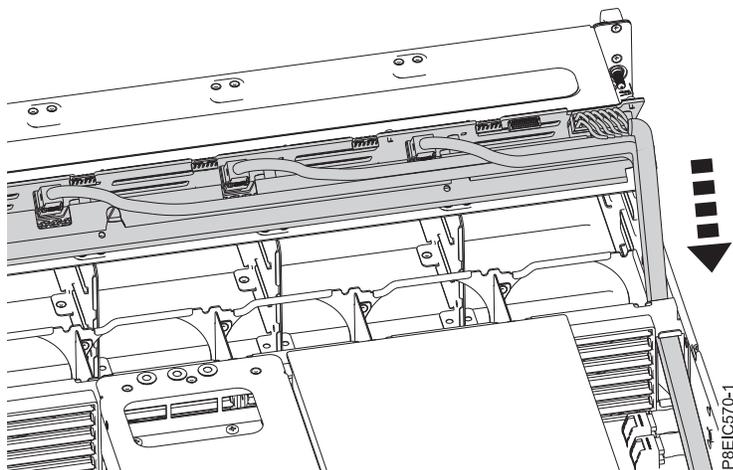

Figura 29. Instalando os cabos de unidade
3. Cuidadosamente passe o cabo de sinal do ventilador, o cabo de alimentação da unidade e os cabos de sinal da unidade através do chassi para instalá-los, conforme mostrado na Figura 29.